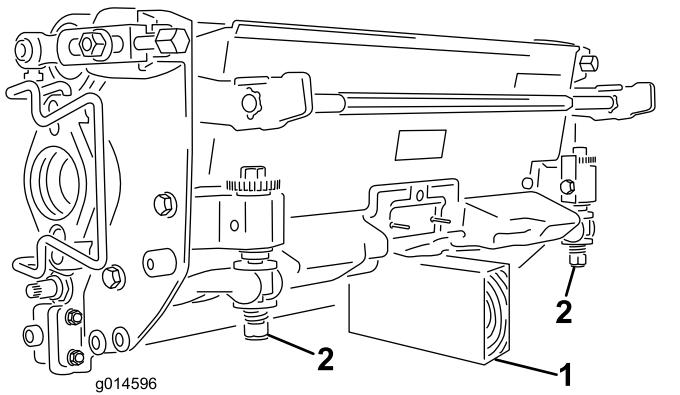

図 67
**重要** ベッドナイフやリールを見るためにカッティングユニットを立てる場合には、ベッドバー調整ねじのナットが床面に接触しないように、カッティングユニットの後ろ側をスタンドなどで支えてください図67。